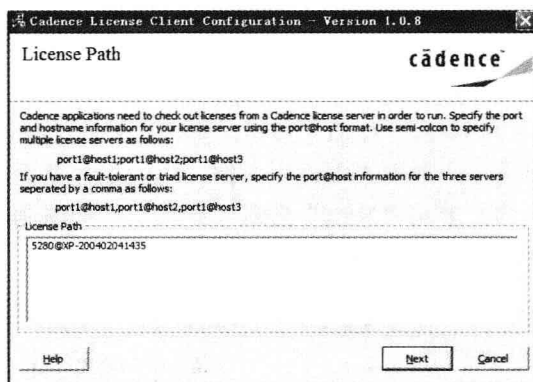

图 1.2.17 “License Path” 窗口
(13) 出现“License Path”窗口，请从 License 服务器上获取需要认证使用的信息，并将其导入“License Path”的空白方框内，如图 1.2.17 所示。